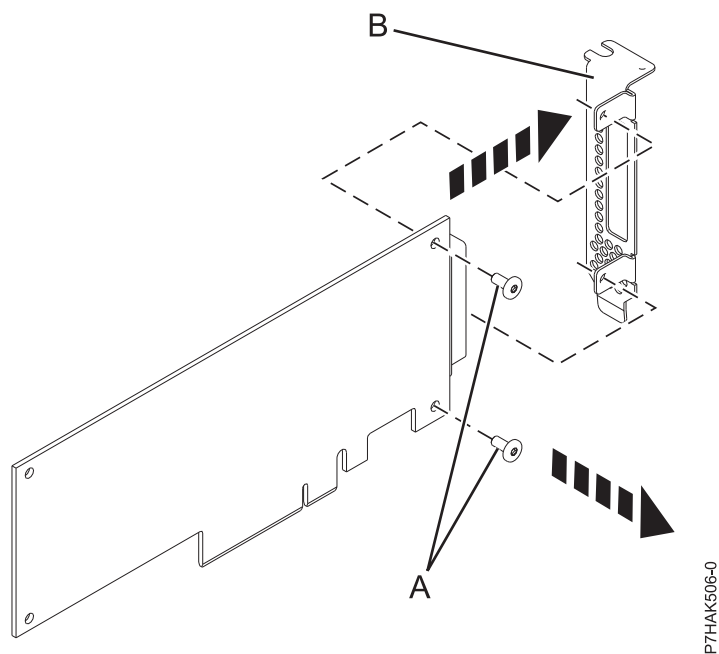

図 31. 障害の発生した PCI アダプターからのロープロファイル・テール・ストックの取り外し
4. 図 31 に示すように、プラスのねじ回しを使用して、テール・ストック **(B)** を障害の発生した PCI アダプターに取り付けている 2 個のねじ **(A)** を外します。